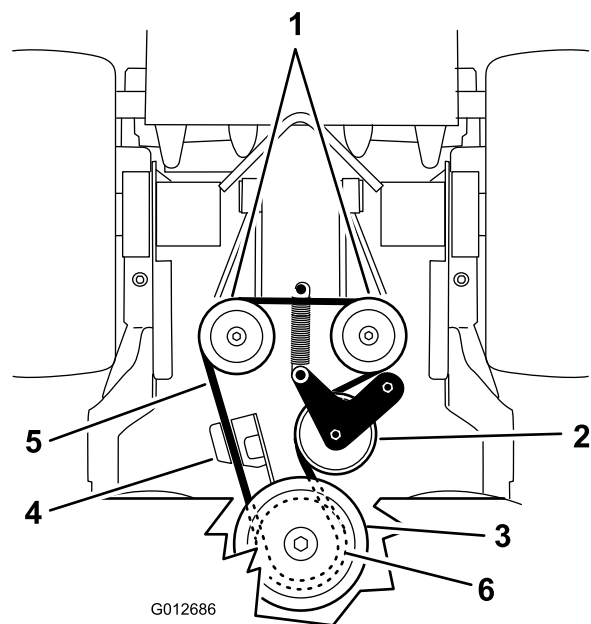

Figura 67
6. Togliete la cinghia di trasmissione della pompa (Figura 67).
8. Agganciate la molla alla scocca del motore (Figura 67).
5. Liberare la molla dalla scocca del motore (Figura 67).